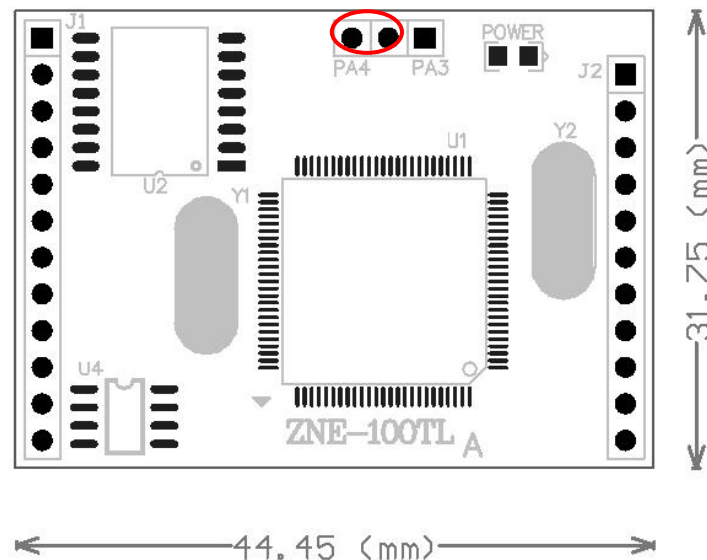

图 5.15 恢复出厂设置的跳线位置
- 首先按本章开头部分的说明，设置好PC机的网络配置。然后拔掉ZNE-100TL模块的供电电源，去掉电源后使用金属线或尖嘴镊子短接模块如图 5.15的PA4 一端的两个孔。